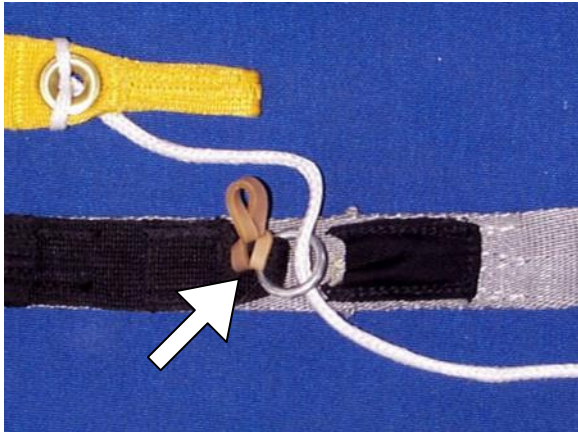
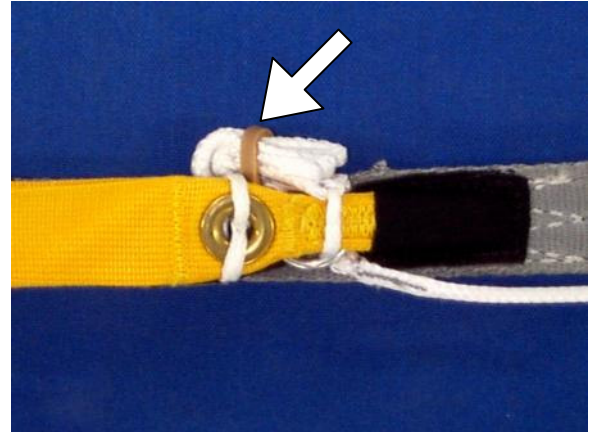

Figure 4. – Attaching the half rubber band.
Figure 5. – Excess line stowed in rubber band.
Det er trolig en overvekt av uønskede hendelser på utstyr som ikke har mulighet for å feste inn styrelinenes overskudd etter at brems er satt. SU vil fraråde at overskuddet tres inn i løftestroppenes løkke eller i links. Hvis løftestroppene ikke har eget feste for overskudd anbefales det at det monteres et strikk, halvert i bredde, på disse løftestroppene. Strikket slås rundt styreringens innfesting, som angitt i PDs "Safety Information Sheet: Control System Malfunctions", figure 4. Styrelinenes overskudd festes i strikket som angitt i PDs "Safety Information Sheet: Control System Malfunctions", figure 5.
1. Cut a large or small rubber line stow band in half lengthwise. Thread the half rubber band through the fabric loop that connects the metal guide ring to the riser and secure it with a larks-head knot as shown in *Figure 4*.
2. Set the brakes as normal. S-fold the excess steering line and stow it in the half rubber band as shown in *Figure 5*. The S-folds should be made as short as possible to avoid leaving large loops of line exposed near the toggle.